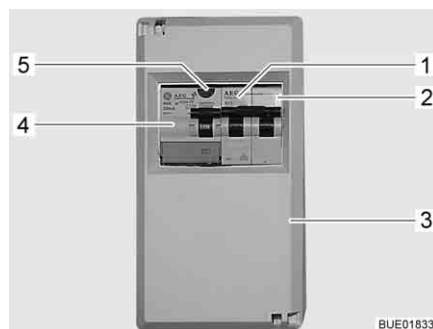

Bild 143 230-V-Sicherungskasten mit Leitungsschutzschalter und FI-Schalter
- Leitungsschutzschalter (Bild 143,1 und 2) im Sicherungskasten (Bild 143,3) ausschalten.
- Wenn das Fahrzeug an die 230-V-Versorgung angeschlossen ist, die Prüftaste (Bild 143,5) des Fehlerstrom-Schutzschalters (FI-Schalter) (Bild 143,4) im Sicherungskasten (Bild 143,3) drücken. Der Fehlerstrom-Schutzschalter muss auslösen.
- Die Leitungsschutzschalter (Bild 143,1 und 2) im Sicherungskasten (Bild 143,3) ausschalten.